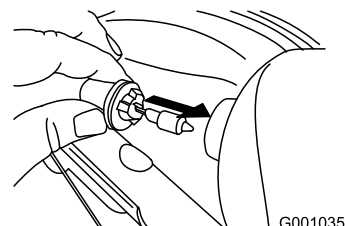

Bild 53
- Setzen Sie eine neue Glühbirne hinten am Scheinwerfer ein (Bild 53).